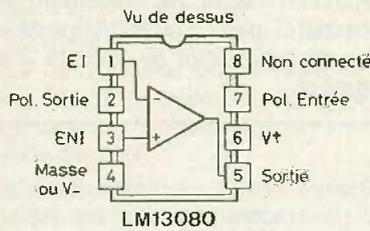
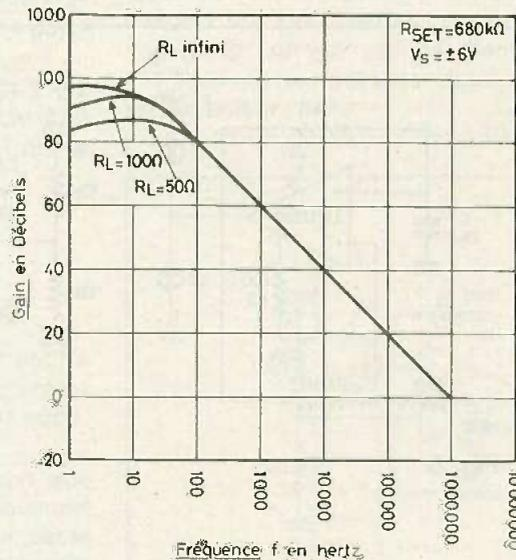
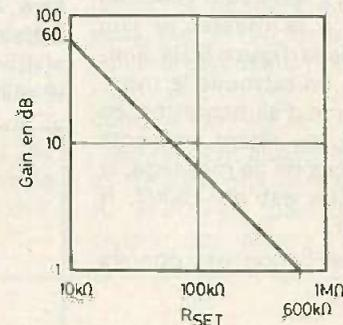

Fig. 8
Fig. 10
Fig. 11
Le brochage du circuit intégré LM 13080 est indiqué à la figure 8.
La mesure a été effectuée avec la charge de sortie R_L infinie et à la fréquence nulle, autrement dit en continu. En BF et HF, la réponse en boucle ouverte est donnée par la courbe de la figure 10. En ordonnées le gain en décibels et en abscisses, la fréquence, depuis 1 Hz jusqu'à 10 MHz. Remarquons que la forme de la courbe est linéaire, à partir de 100 Hz et dépend de la charge R_L à $f < 100$ Hz.
Lorsqu'il y a contre-réaction, le gain est plus faible et peut être relevé sur la courbe de la figure 11. Le gain est évalué en rapports V/V, de la tension de sortie à la tension d'entrée, en fonction de R_{SET} depuis 10 k Ω jusqu'à 1 M Ω .
Son schéma est donné à la figure 8.
Passons maintenant au montage de la figure 8. Le CI LF356 est monté dans un boîtier à 8 points de terminaison selon les indications de la figure 10.
En (A) on donne le branchement du boîtier rectangulaire DUAL IN LINE et en (B) celui du boîtier cylindrique. On pourra réaliser l'équilibrage entre les points 1 et 5 en suivant les indications de la figure 11 mais cette opération n'a pas été effectuée dans le montage de la figure 8.